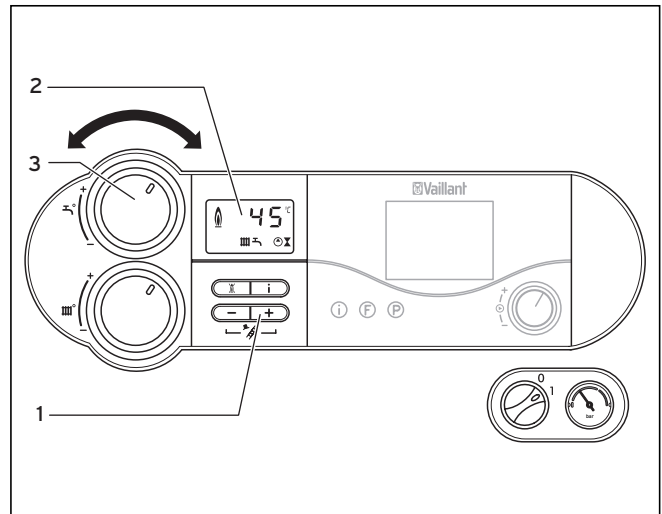

Abb. 4.6 Einstellung der Speichertemperatur
Bei Unterschreiten der eingestellten Speichertemperatur geht das Gerät selbsttätig in Betrieb und heizt den Speicher nach. Während der Speicherladung blinkt im Display (2) die Anzeige  $\text{⌘}$ , siehe Abbildung 4.6.
- Drehen Sie hierzu den Drehknopf (3) zur Einstellung der Warmwassertemperatur auf Linksanschlag, siehe Abbildung 4.6. Die Solarfunktion wird deaktiviert, es bleibt eine Frostschutzfunktion für den Speicher aktiv. Im Display (2) wird für ca. fünf Sekunden eine Speichertemperatur von 15 °C angezeigt.